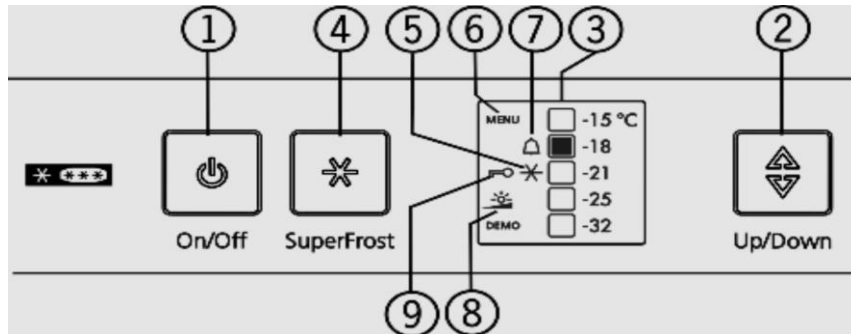

Fig. 3
Pulse la tecla On/Off Fig. 3 (1).
- El aparato se ha conectado. El indicador de temperatura y el símbolo de alarma Fig. 3 (7) parpadean hasta que la temperatura sea lo suficientemente baja.
- 1 Activar el modo de ajuste: pulse la tecla SuperFrost Fig. 3 (4) durante aprox. 5 s.
- El símbolo de menú Fig. 3 (6) se ilumina y el símbolo del bloqueo contra la manipulación por niños Fig. 3 (9) parpadea.
- 2 Pulse la tecla de ajuste Fig. 3 (2) para acceder a la función de brillo.
- El símbolo del bloqueo contra la manipulación por niños Fig. 3 (9) se apaga y el símbolo del brillo Fig. 3 (8) parpadea.
- 3 Confirmar: pulse brevemente la tecla SuperFrost Fig. 3 (4).
- El símbolo del brillo Fig. 3 (8) se ilumina.
- 4 Seleccione “OFF” o el brillo deseado con la tecla de ajuste Fig. 3 (2). Cuantos más campos del indicador de temperatura se iluminan, más brillo. Ningún campo luminoso significa “OFF”.
- 5 Confirmar: pulse la tecla SuperFrost Fig. 3 (4).
- El símbolo del brillo Fig. 3 (8) parpadea.
- 6 Desactivar el modo de ajuste: pulse la tecla On/Off Fig. 3 (1).
- El símbolo del brillo Fig. 3 (8) y el símbolo de menú Fig. 3 (6) se apagan.
- 2 Pulse brevemente la tecla SuperFrost Fig. 3 (4) para acceder a la función del bloqueo contra la manipulación por niños.
- El símbolo del bloqueo contra la manipulación por niños Fig. 3 (9) se ilumina. En el indicador de temperatura se iluminan los LED -15 °C y -21 °C.
- 3 Pulse brevemente la tecla SuperFrost Fig. 3 (4) para activar el bloqueo contra la manipulación por niños.
- El símbolo del bloqueo contra la manipulación por niños Fig. 3 (9) parpadea. Los LED -15 °C y -21 °C se apagan.
- 4 Desactivar el modo de ajuste: pulse la tecla On/Off Fig. 3 (1).
- El símbolo de menú Fig. 3 (6) se apaga y en el indicador de temperatura se vuelve a visualizar la temperatura. El símbolo del bloqueo contra la manipulación por niños Fig. 3 (9) se ilumina.
- El símbolo del bloqueo contra la manipulación por niños Fig. 3 (9) se ilumina. En el indicador de temperatura se ilumina el LED -18 °C.
3 Pulse brevemente la tecla SuperFrost Fig. 3 (4) para desactivar el bloqueo contra la manipulación por niños.
- El símbolo del bloqueo contra la manipulación por niños Fig. 3 (9) parpadea.
4 Desactivar el modo de ajuste: pulse la tecla On/Off Fig. 3 (1).
- El símbolo de menú Fig. 3 (6) se apaga y en el indicador de temperatura se vuelve a visualizar la temperatura. El símbolo del bloqueo contra la manipulación por niños Fig. 3 (9) ya no se ilumina.
Al mismo tiempo, parpadean el indicador de temperatura y el símbolo de alarma Fig. 3 (7).
El símbolo Alarma Fig. 3 (7) se apaga y el indicador de temperatura deja de parpadear cuando la temperatura vuelve a ser lo suficientemente fría.
1 Acceder a la regulación de temperatura: pulse una vez la tecla de ajuste Fig. 3 (2) .
2 Pulse la tecla de ajuste Fig. 3 (2) hasta que el LED de la temperatura deseada se ilumine.